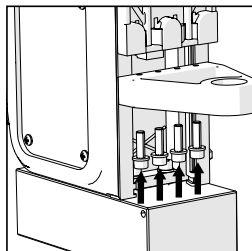

FIG. 8
- Enlevez le bloc support de l'arbre en enlevant les 4 boulons à tête creuse M5. (**Fig. 8**)